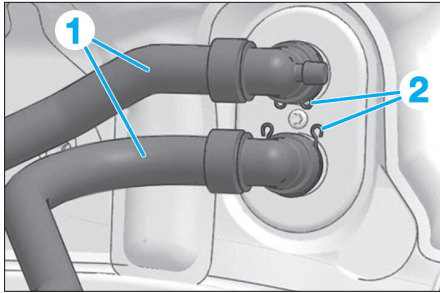

Fig. 13
- Mettre en place l'outil [1] sur les durits (1) (Fig.13).
- Déposer les colliers (2).
- Désaccoupler les durits (1).